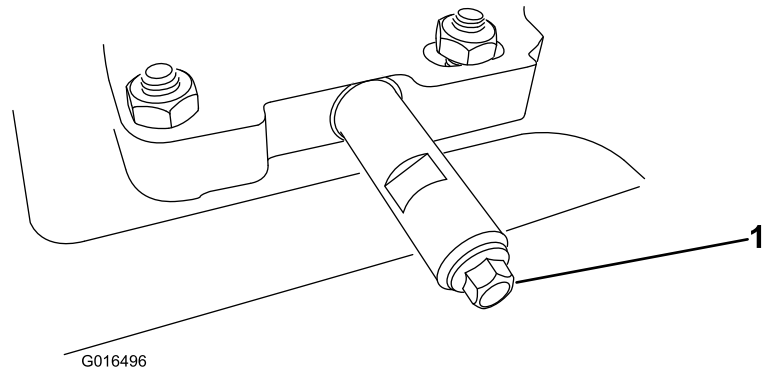

Bild 49
- Reinigen Sie den Bereich um die Ölablassschraube (Bild 49).